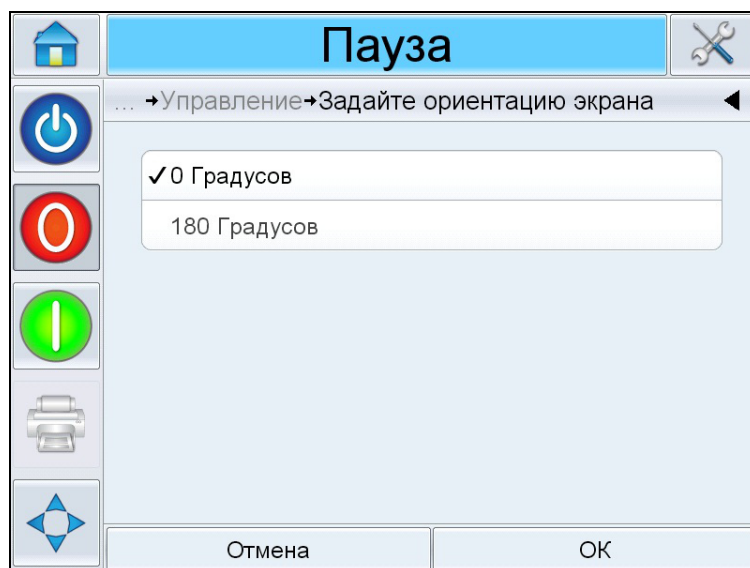

Рис. 5–13: Настройка ориентации дисплея
- 1 Последовательно выберите пункты *Инструменты > Настройка > Управление > Настроить ориентацию дисплея*. Отобразится страница настройки ориентации дисплея (см. Рис. 5–13).